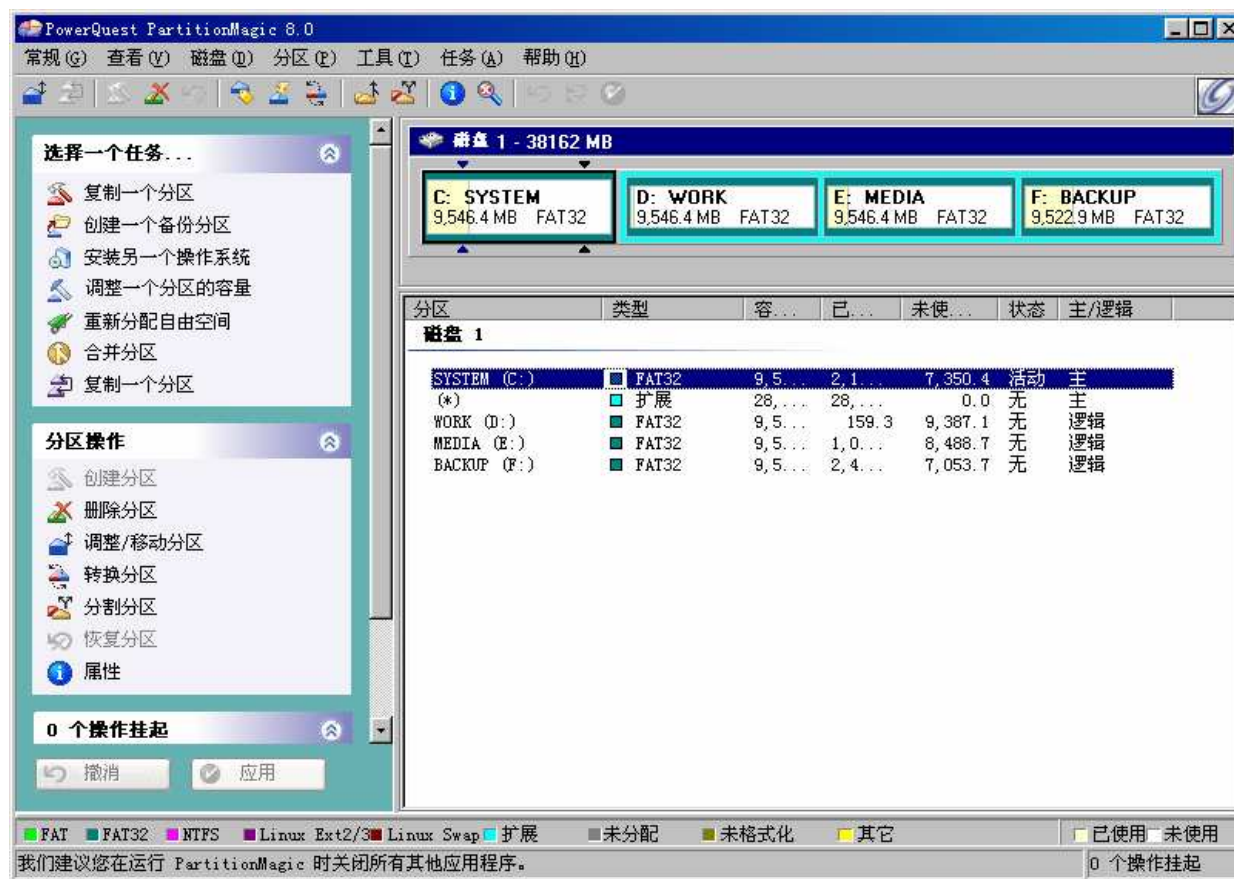

图4-21 PartitionMagic的主界面
1. 硬盘分区魔术师 **PartitionMagic**(如图 4-21~4-26所示)